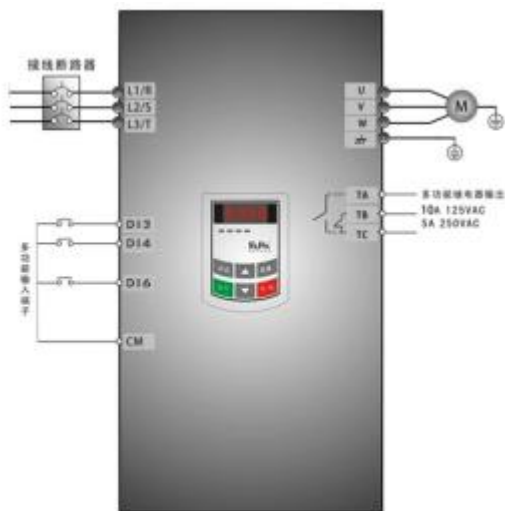

图 5-8 接线图 2
- (1) 按图 5-8 配线，检查接线正确后，合上空气开关，变频器上电；